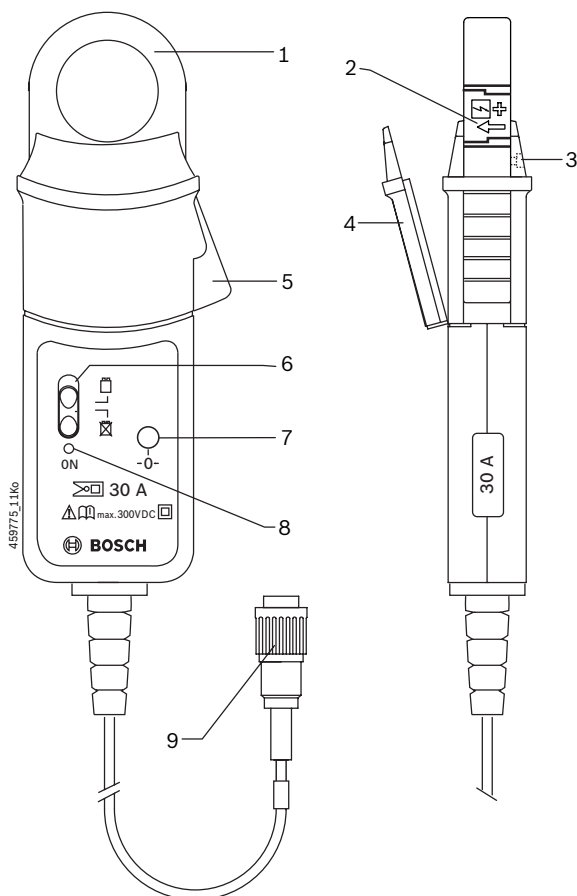

Fig. 1: Pince ampèremétrique 30 A
La pince ampèremétrique est alimentée par le testeur Bosch et n'a donc pas besoin de pile. L'interrupteur de la pile de la pince ampèremétrique (fig. 1, pos. 6) est ici sans fonction.
La pince ampèremétrique est raccordée au système de test directement par le connecteur (fig. 1, pos. 9).